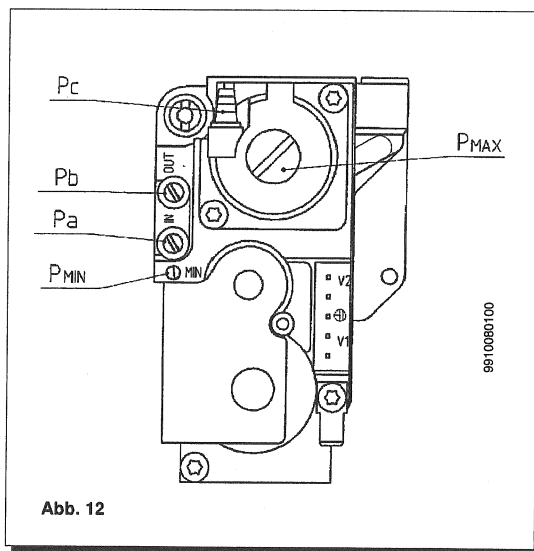

Abb. 12
- * Den Druckmeßstutzen eines möglichst mit Wassersäule versehenen Differenzdruckmanometers mit dem Druckentnahmestutzen (Pb) am Gasregelventil verbinden (Abb. 12). Nur bei raumluftunabhängigen Modellen den Unterdruck-Meßstutzen des gleichen Manometers mit einem speziellen "T"-Stück verbinden, mit Hilfe dessen der Druckausgleichsstutzen des Heizkessels, der Druckausgleichsstutzen des Gasregelventils (Pc) und das Manometer miteinander verbunden werden. (Eine gleiche Messung kann durch Anschließen des Manometers an den Druckentnahmestutzen (Pb) bei abgenommener Frontbedientafel der Kammer des raumluftunabhängigen Heizkessels vorgenommen werden);
- * den Gashahn öffnen und den Drehknopf (1) so drehen, daß der Heizkessel auf Winter (❄️) gestellt ist;
- * den Deckel am Gasventil abnehmen und die auf Abbildung 12 dargestellte Stellschraube des Druckreglers (Pmax) verstellen bis die in Tabelle 1 angegebenen Werte erreicht sind;
- * überprüfen, ob der beim Anschlußdruckmeßstutzen (Pa) des Gasventils (Abb. 12) gemessene dynamische Förderdruck des Heizkessels korrekt ist (50 Millibar bei Flüssiggas oder 20 Millibar bei Erdgas);